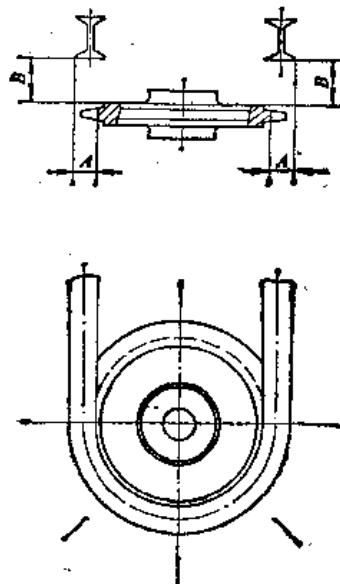

图7-3-4 弯头导轨安装时测量尺寸
- ① 将磨损的弯头导轨在其直线段原焊缝处用气割割开，取下圆弧段，修整直线段截面使之平整光滑并垂直。
- ② 重新制作一弯头导轨，其圆弧半径R要在规定的公差值内，形状要正确，不歪不扭。
- ③ 量好弯头长度，截去多余部分，并将端面整平。
- ④ 将弯头导轨两端与原直线对准，找正中心和找平水平面，用专用夹具固定，再用水平仪检测，保证弯头的水平度应小于0.5mm。
- ⑤ 吊线锤检测轨道设计所规定的A、B尺寸（图7-3-4），在圆弧段均匀地测量4～5处，其尺寸偏差应小于0.5mm。